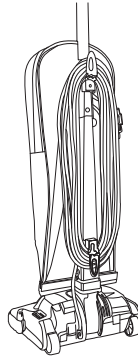

Fig. 6
4. Enroulez le cordon dans le sens des aiguilles d'une montre autour du crochet supérieur et du crochet inférieur (Fig. 6). Fixez la fiche au cordon enroulé à l'aide du canal se trouvant sur la fiche. Lorsqu'il n'est pas utilisé, rangez l'appareil à l'intérieur dans un endroit propre et sec où il ne peut pas être endommagé ou causer des blessures.